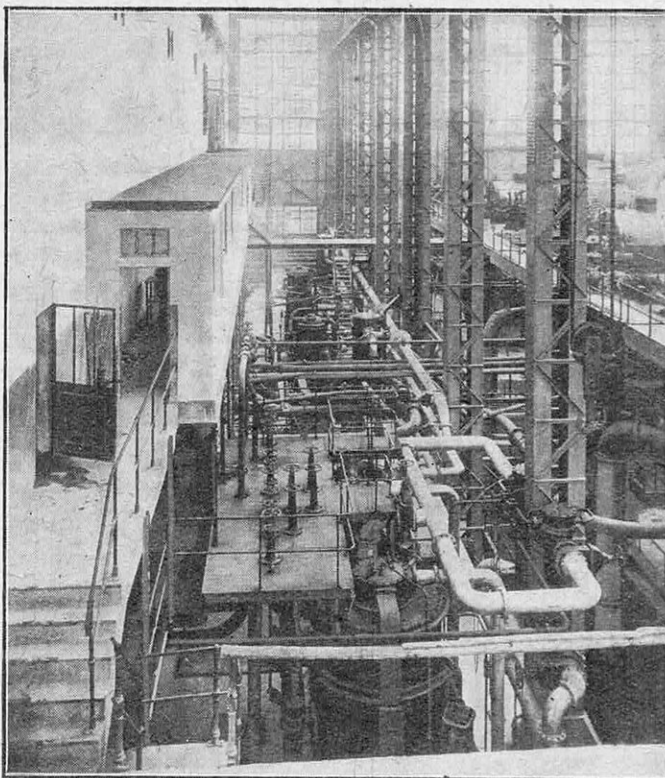

FIG. 5. — LES APPAREILS DE RÉCUPÉRATION DE CHALEUR
*Au centre, les quatre groupes de turbo-alternateurs de 15.000 kilowatts à 3.000 tours-minute. On voit les deux corps haute et basse pression des turbines Zoelly, reliés par une grosse conduite de vapeur. A gauche, la fosse des conduites de récupération, visibles plus en détail sur la figure 5, page 382.*
Mais c'est surtout l'amélioration du cycle thermodynamique qui a été réalisée dans cette installation : les turbines sont à *soutirage de vapeur*, c'est-à-dire qu'après avoir fourni son travail mécanique, une partie de la vapeur est appelée à céder tout le restant de son énergie calorifique au réchauffage de l'eau d'alimentation des chaudières. La vapeur, détendue à 1 kg. 700, possède encore une température de 114 degrés et celle à 0 kg. 400 est à 75 degrés. Les ingénieurs sont parvenus à récupérer presque toutes ces calories au moyen d'appareils de réchauffage dont la figure 5 montre l'installation de tuyauteries, en apparence assez complexe, mais, en réalité, très simple comme principes de fonctionnement, puisqu'il n'y a en jeu que des échanges thermiques entre vapeur et eau.